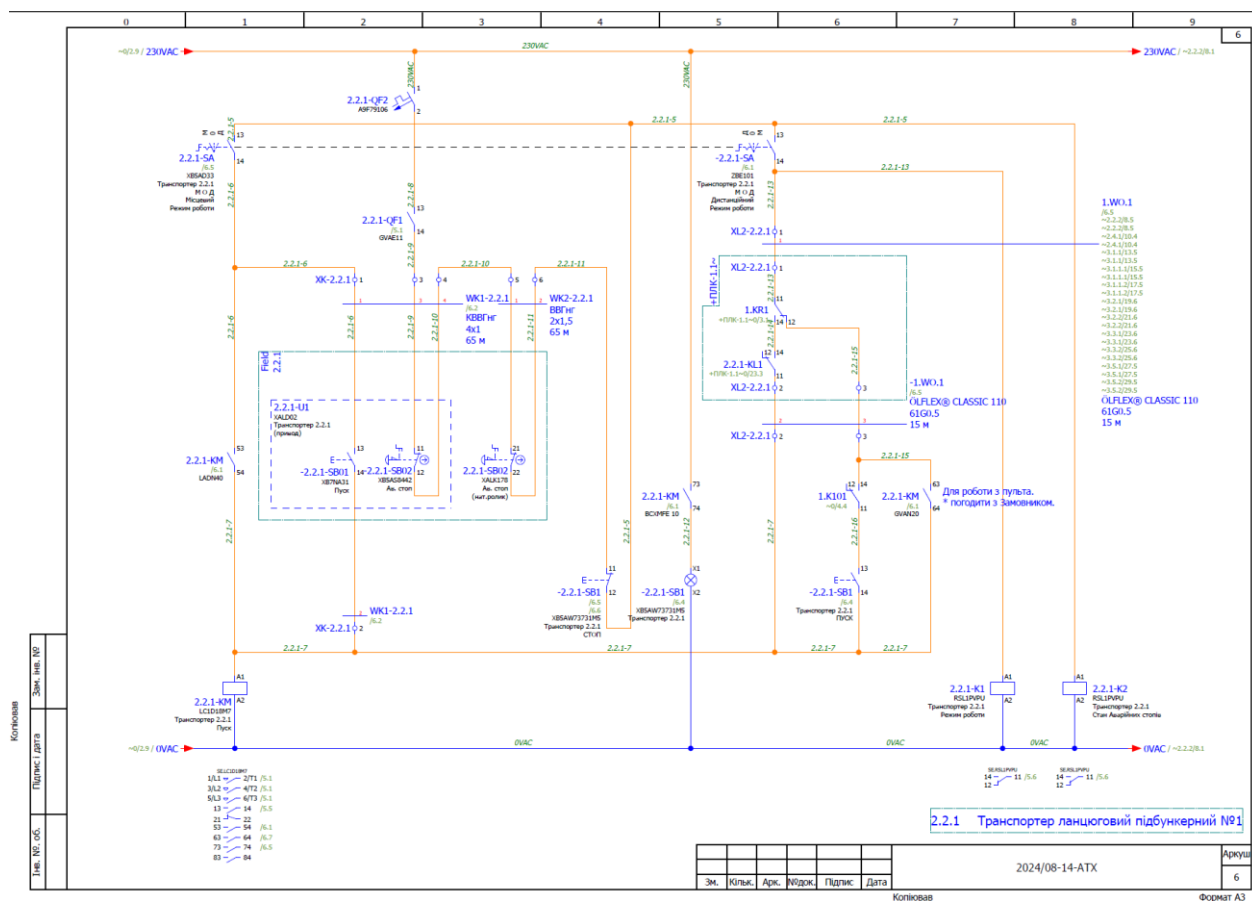

Рис. 2. – Електрична схема в ePlan Electric
- Проектування схем автоматизації (рис. 2) для різних галузей, таких як енергетика, машинобудування і харчова промисловість.